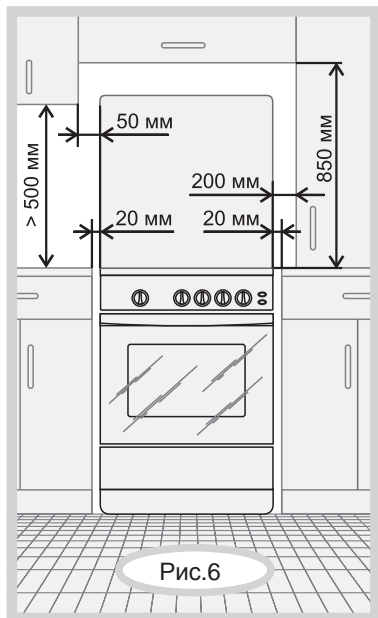

Рис.6
- Плита предназначена для установки на полу. Установка плиты на подставку не допускается. Расстояния, которые необходимо выдержать при установке плиты, показаны на рис.6. Задняя стенка плиты должна отстоять от поверхности стены не менее чем на 50 мм. Кухонные полотенца, шторы и т.п. должны находиться на безопасном расстоянии, исключающем их воспламенение.